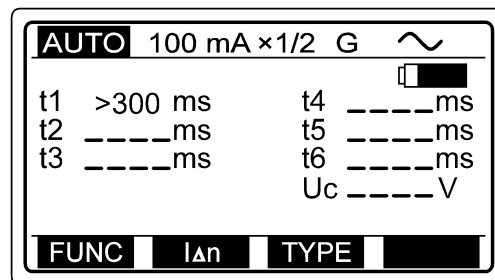

Fig. 52: Exemple du 1er résultat partiel
- Positionnez le sélecteur de fonction sur ZLOOP; le menu suivant la fig. 52 sera affiché.